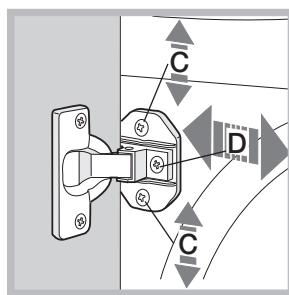

Abb. 7
- Drehen Sie die Schrauben C und D wie in Abb. 7 angegeben, um die Position des Holzpanneels in vertikaler und horizontaler Richtung einzustellen.